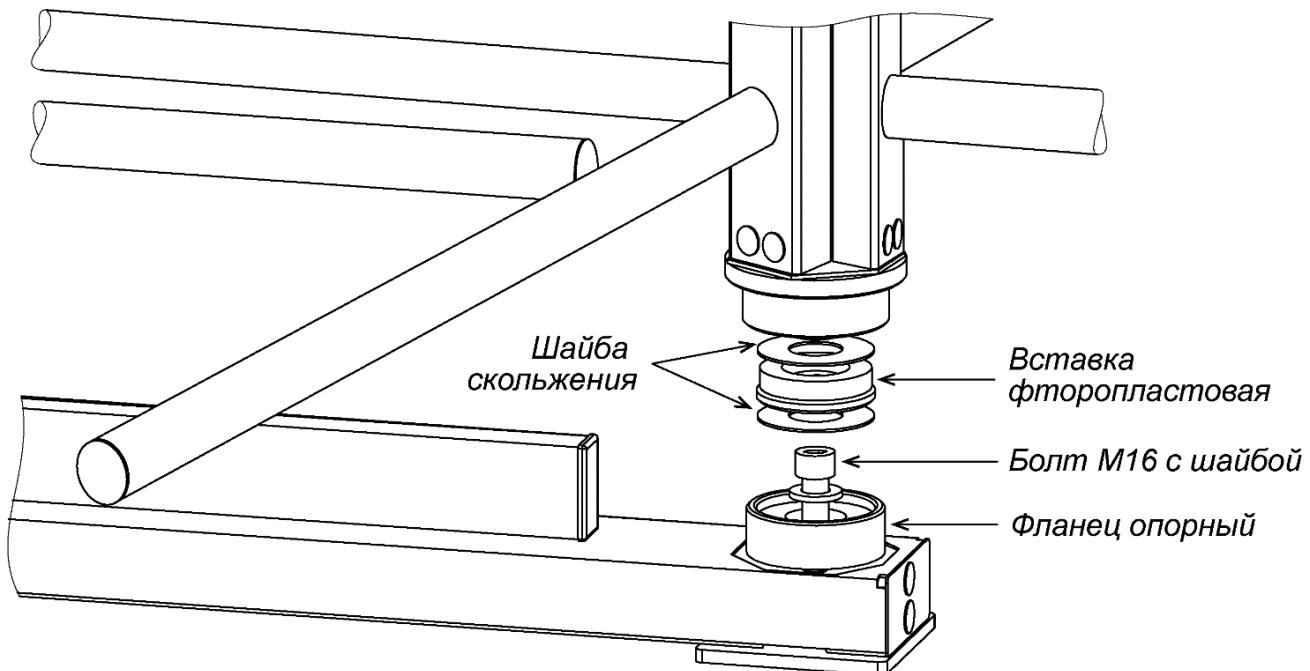
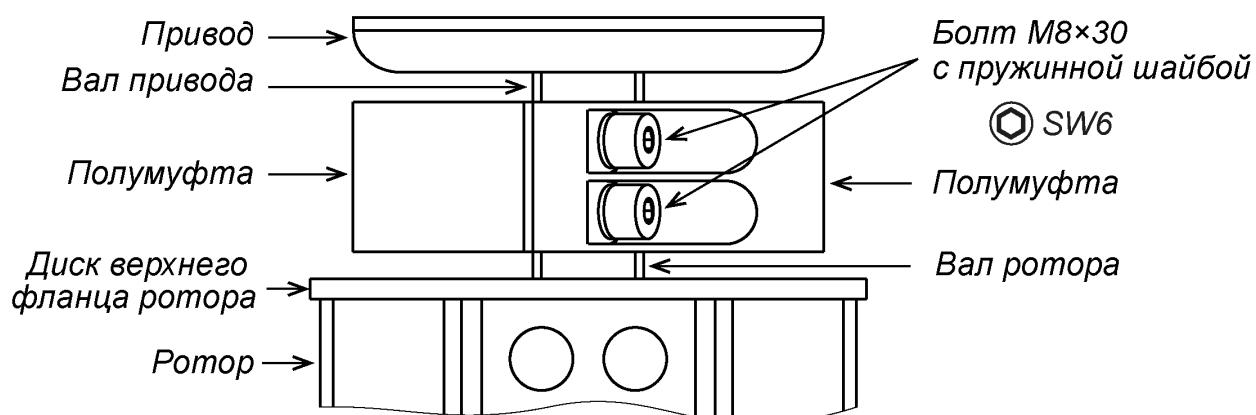

Рисунок 16. Нижний узел вращения ротора (3)
Рисунок 17. Муфтовое соединение (4) вала привода исполнительного механизма с валом ротора (1)
- В место установки нижнего узла вращения ротора вставьте фланец опорный узла вращения (см. рис. 16). Закрепите его и стойку с преграждающими планками на установочной поверхности анкерным болтом M16.
12. Распакуйте балку привода (8) с крышкой (9) (ящик №1).
13. Произведите монтаж балки привода (8) (работайте вдвоем!):
- Снимите крышку (9) с балки привода (см. разд. 6).
- Соберите нижний узел вращения (3) ротора в стойке с препротяждающими планками (5) (см. рис. 16). Две шайбы скольжения и находящаяся между ними фторопластовая вставка должны лежать в узле без перекосов, опираясь на всю опорную поверхность, симметрично относительно оси ротора (верхняя шайба скольжения приклеена к валу ротора). При этом гладкие поверхности шайб скольжения должны быть ориентированы на вставку. Допускается применение на поверхностях скольжения смазки типа ШРУС-4.
- Установите секцию ротора с элементами крепления в нижний узел вращения (3): заведите ее с небольшим наклоном цилиндрическим хвостовиком в узел вращения и затем переведите секцию в вертикальное положение.
- Соедините верхний вал ротора с валом привода исполнительного механизма двумя полумуфтами и четырьмя болтами M8×30 с пружинными шайбами (ключ SW6) (см. рис. 17). Будьте осторожны, полумуфты имеют большой вес, не допускайте их падения во избежание травм!